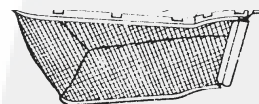

Fig. 10-3
4. Klik het plastieken deksel op het stalen frame (Fig.10-3)